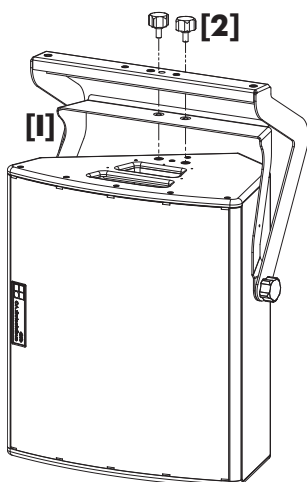

Fig. 5: Montage Z5057 M6 Schwenkbügel am Lautsprecher
1. Positionieren Sie den Lautsprecher wie in Fig. 5 gezeigt.